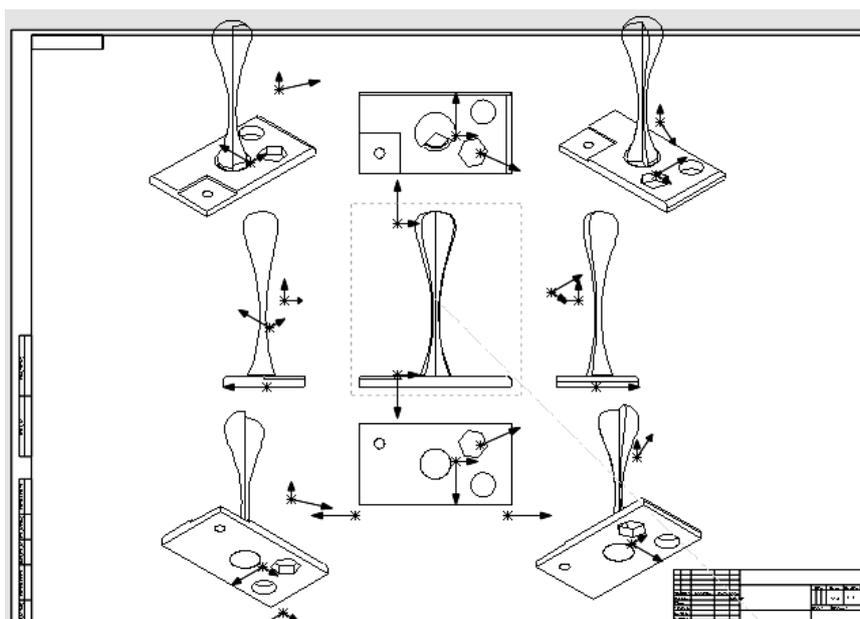

Рисунок 40 – Добавление возможных проекционных видов объекта на лист
- в правой части монитора программа предложит выбрать базовый вид объекта, который в дальнейшем будет служить видом спереди объекта на чертеже. Курсор мыши наводим на него (например, на вид снизу) зажатием левой клавиши и передвижением мыши перетаскиваем вид на центр листа. Далее после повторного нажатия левой клавиши мыши наводим курсор на базовый вид и перемещениями мыши в четыре стороны и по диагоналям «вытаскиваем» из него остальные виды, в том числе объемные (рисунок 40);